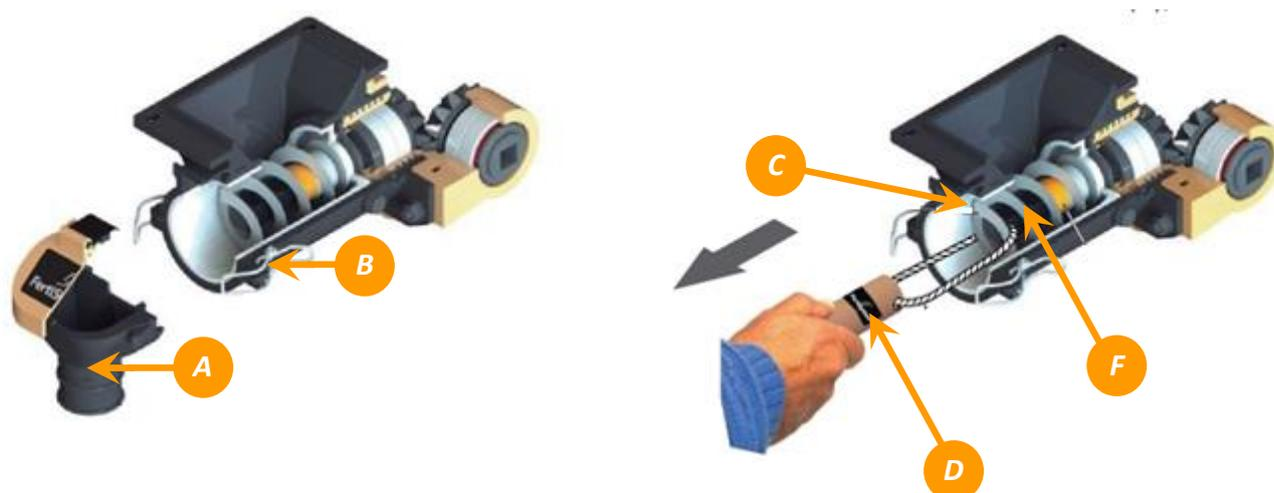

Figura 33 - Limpeza e verificação do dosador de adubo
Após a limpeza ou substituição recoloque o sem-fim (A) juntamente com o anel trava (B), através do tubo fixador (C) observando que o sem-fim e o anel trava (D) fiquem bem posicionados na base do eixo NG (E) conforme a figura 33.